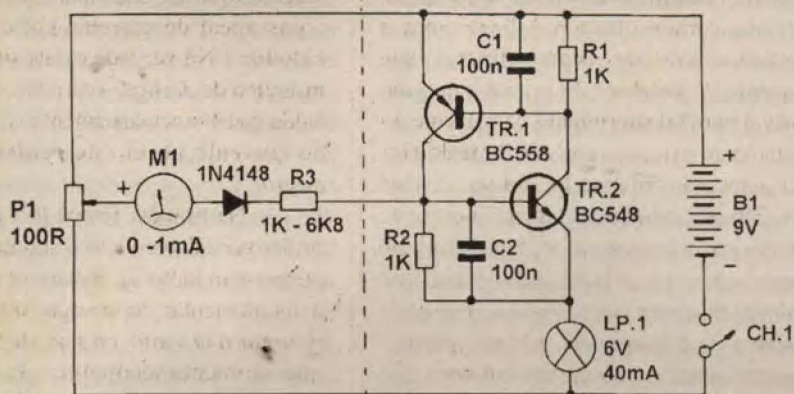

Fig. 3
- FIG. 3 - CONSTRUINDO UM TIRÍSTOR EXPERIMENTAL... - Até agora descrevemos e falamos teoricamente sobre a simulação de um efetivo tiristor, usando transistores comuns, bipolares, como elementos ativos internos ao bloco... Entretanto, é perfeitamente possível - na prática - realizarmos a construção de um SCR sobre um proto-board, usando as mesmas técnicas descritas nas figuras e textos anteriores, e que nos servirá como excelente lição, ao vivo, através da qual poderemos inferir detalhes do funcionamento do dispositivo, analisar seus parâmetros, limites e "comportamentos"...! Com o arranjo disposto na matriz de contatos, é importante notar que - a princípio - antes